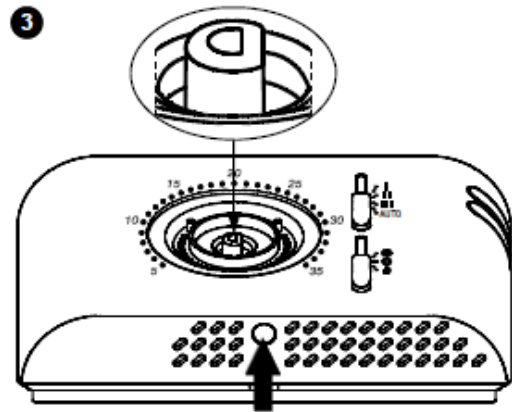

Fig. 4 - Abb. 4
- ③ -Tryck in plastfliken i underkant med en skruvmejsel, lyfta locket något (fig. 4).